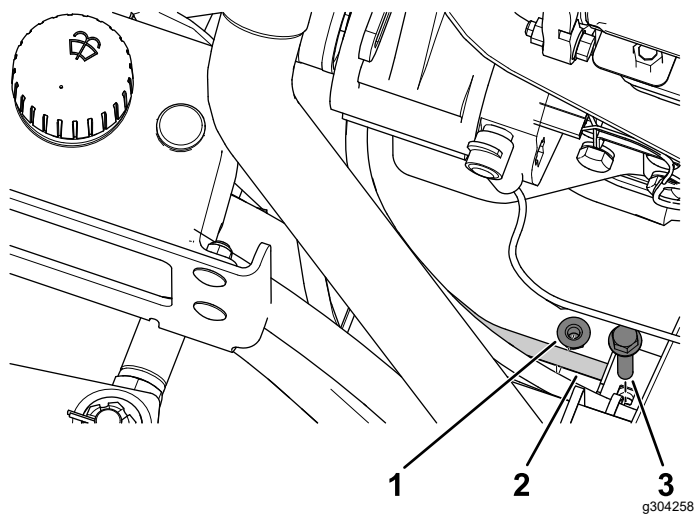

Figura 32
12. Scoateți urubul i piulița de pe suportul conductei hidraulice (Figura 32).